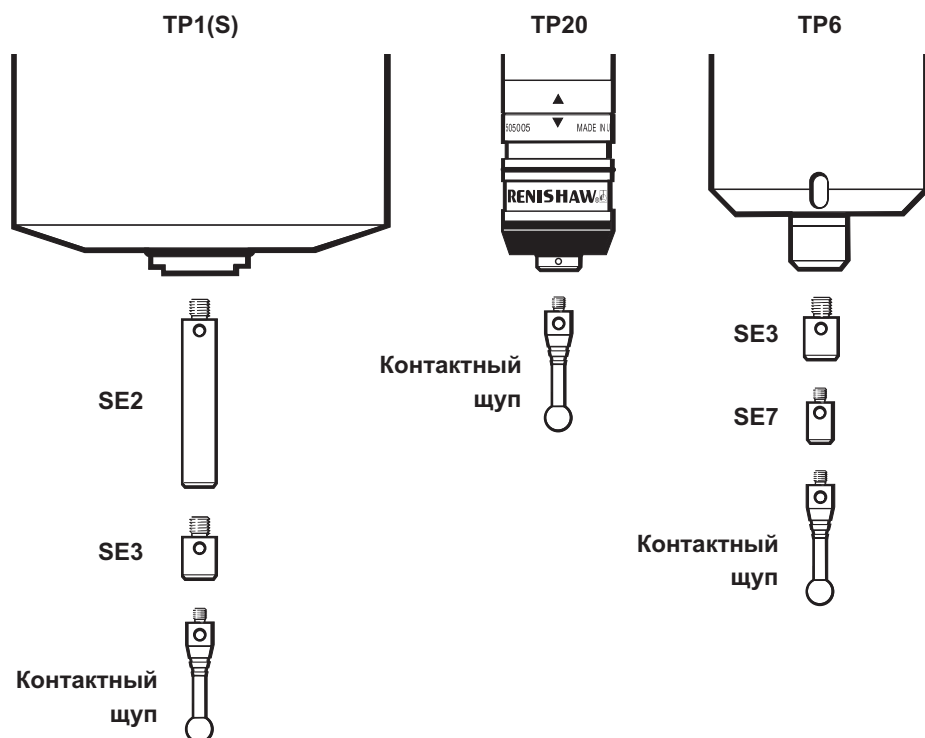

Рисунок 4. Переходники и удлинители
1. Установите специальный калиброванный щуп, который входит в комплект поставки MCG (его легко узнать по двум канавкам на боковой поверхности), в Ваш контактный датчик. Если необходимо, используйте для этого удлинители и переходники, которые также входят в комплект поставки (см. рис. 4).